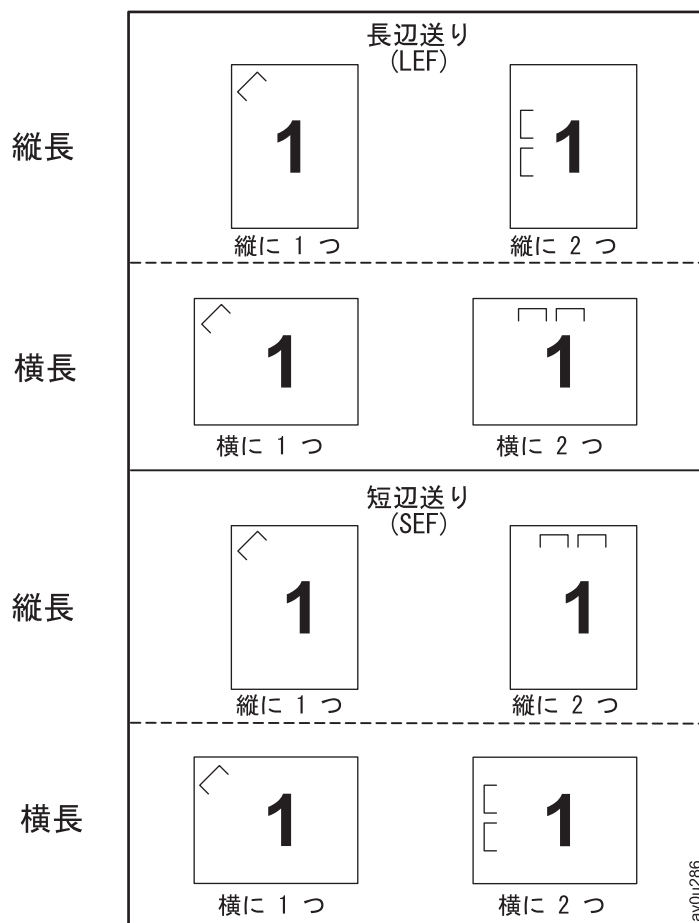

図1. ホッチキス位置
3. 図1 で選択するホッチキス・オプションを決定します。ホッチキス位置を決定する要素は 3 つあります。